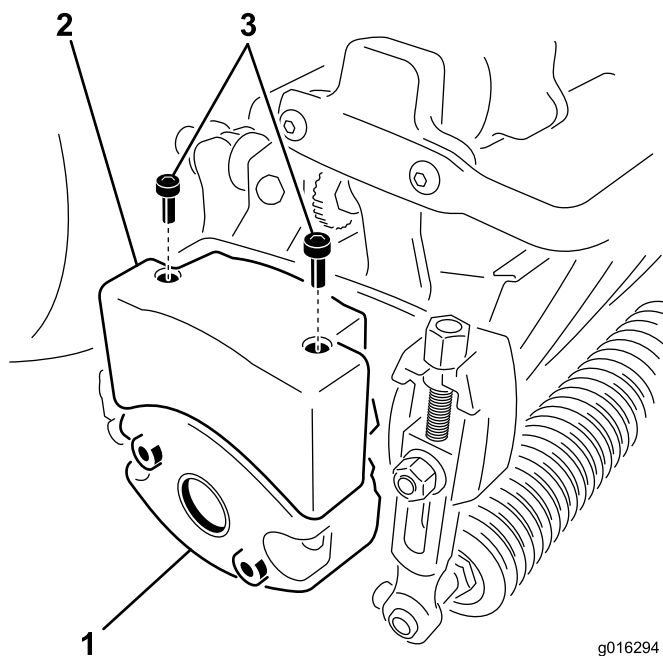

図 11
る：カuttingユニット給電切断カップラ（ページ23本を使用する（図 11）。
4. ウェイトをカuttingユニットの側面に固定しているボルト（2本）を外す（図 11）。
6. カuttingユニットのウェイトに上部ウェイトを取り付ける；六角ソケットヘッドねじを使用する（図 11）。